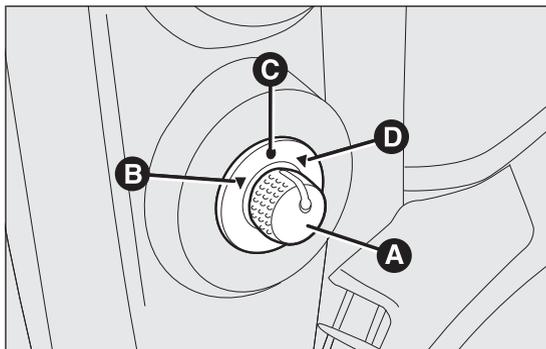

fig. 40
- selezionare mediante il deviatore A fig. 40 lo specchio desiderato (destra o sinistra);